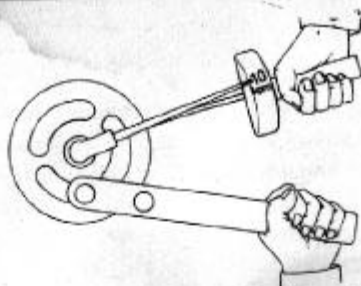

Bild 10. Svänghjulets fastspänning
- (2) Håll i svänghjulet med ena handen och spänn muttern med hylsa eller länkyckel så hårt som möjligt.
- (3) Genom att slå med hammare på nyckelskaftet tvingas muttern yttermera 1/6 varv. Se bild 10.